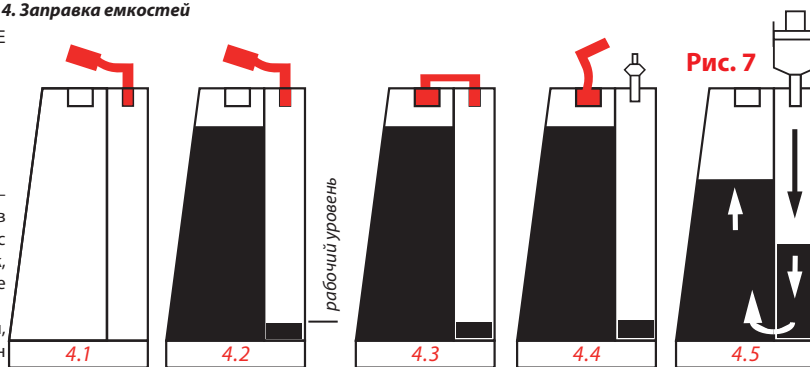

Рис. 7
Произведите заправку емкостей согласно Рис. 7, а именно:
4.5. Если случайно были открыты большие пробки на больших отсеках – уровень чернил в отсеках сравняется и для того чтобы вернуть уровень в рабочий режим нужно открыть обе пробки на емкости, вставить шприц с поднятым штоком в маленькое отверстие. Впуская воздух в малый отсек, перегоните чернила в большой отсек емкости и после этого закройте большое отверстие (Рис.7, изображение 4.5.);